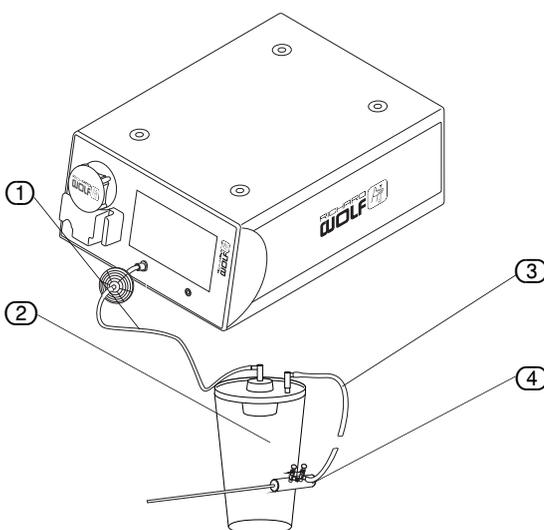

Рис. 5-10 Подсоединение системы всасывания
1. Отсоедините сливной шланг (3) от инструмента (4) (см. Рис. 5-10 Подсоединение системы всасывания).
2. Отсоедините всасывающий резервуар (2) от сливного шланга (3).
1. Отсоедините неавтоклавируемый вакуумный шланг с фильтром (1) от всасывающего резервуара (2) (см. Рис. 5-10 Подсоединение системы всасывания).
2. Отсоедините фильтр от автоклавируемого вакуумного шланга (1).